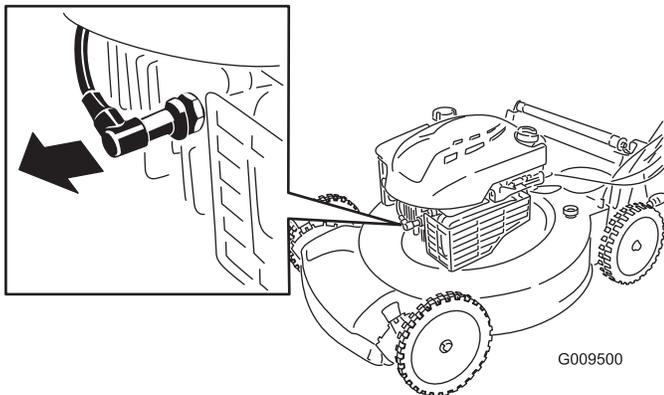

Figura 20
3. Desconecte el cable de la bujía (Figura 20) antes de realizar cualquier procedimiento de mantenimiento.